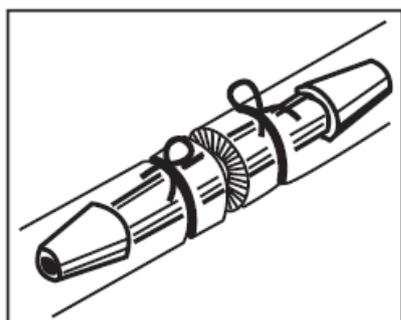

Figura 1
**Las suturas no absorbibles deberán atarse alrededor del tubo y del conector (como muestra la Figura 1) para asegurar la unión.**